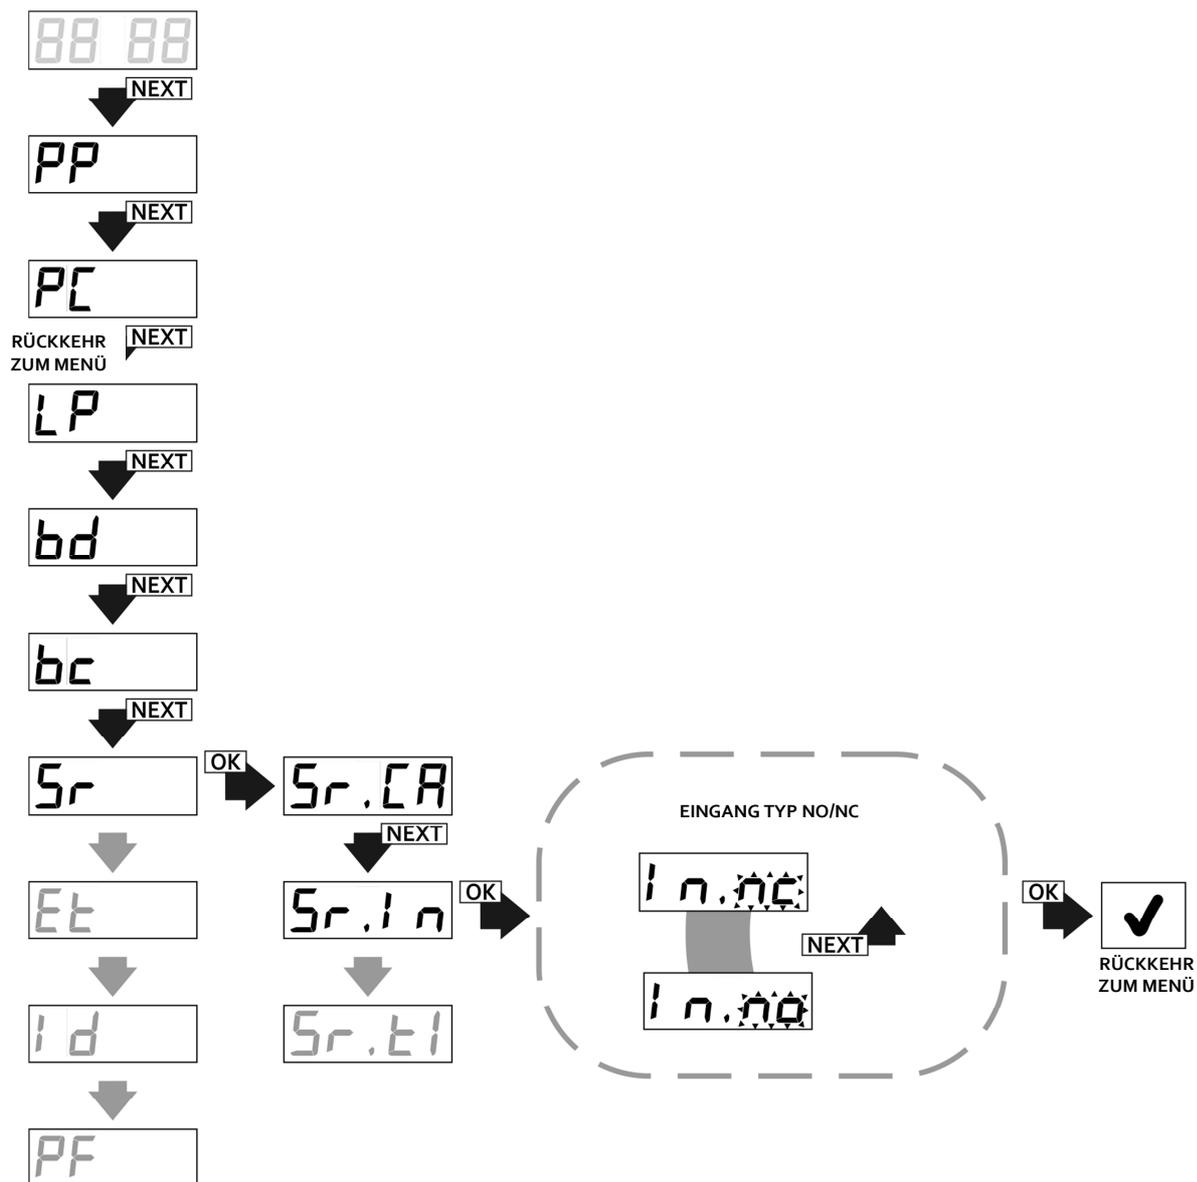

Abb. 24 Programmierung des Eingangstyps der manuellen Steuerung, Funktion Sr.In.
- drücken Sie die Taste ok/esc, Display zeigt "In.no" an (Abb. 24);